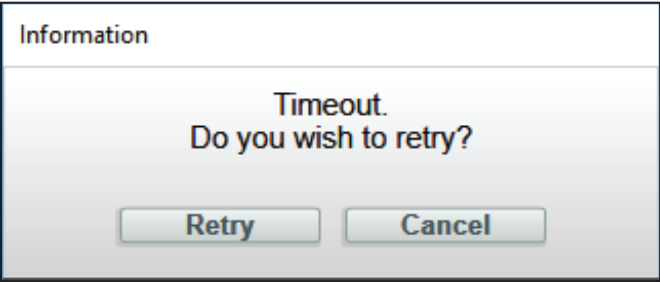
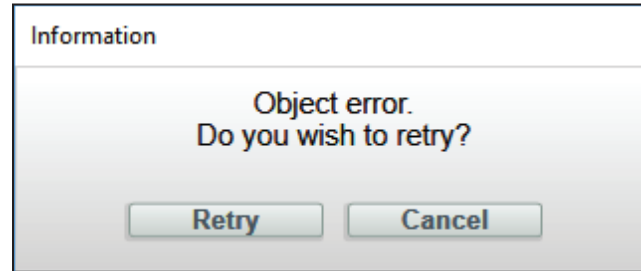

Figura 16. Mensagem de tempo vencido.
Figura 17. Mensagem de erro de objeto.
Numa tentativa de conectar um religador TripSaver II usando o software de configuração em centro de serviços, o processo de conexão pode ficar com a temporização vencida se não houver condições de criar ou manter uma conexão wireless (via rádio). Ver Figura 16. A causa geralmente é devida ao baixo nível do sinal rádio, o que pode ser resultado da distância, orientação do dispositivo, interferência de outras fontes de sinal ou a uma combinação desses fatores. O Transceptor USB é disponível com uma antena externa aprimorada para melhorar a qualidade do sinal.
PASSO 3. Tente uma nova conexão com o religador TripSaver II. Rearme o transceptor USB se a mensagem de erro de temporização persistir (ver Figura 16 na página 18) ou se for exibida uma mensagem de **Erro de Objeto** (ver Figura 17) (essa condição é verificada com mais frequência quando houver conexões a religadores TripSaver II consecutivamente usando o mesmo computador).